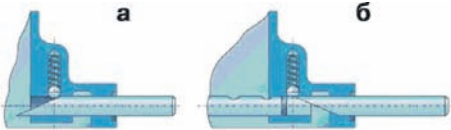

Рис. 1. Пристосування для складання штоків і фіксаторів: а – складання фіксатора; б – установка штока
7. Вставте в кришку з боку, протилежного фіксатору, шток вилки заднього ходу, встановіть на шток вилку і, утопивши кульку за допомогою пристосування (рис. 1), установіть шток на фіксатор нейтрального положення; таким же чином установіть послідовно всі штоки і вилки, починаючи з штока заднього ходу. Між штоками закладіть замкові штифти.
5. Переверніть бічну кришку обробленим фланцем вгору і вставте в гнізда фіксаторів пружини і кульки штока III і IV передач і штока заднього ходу за допомогою пристосування (див. (рис. 1)).
6. Встановіть вилку заднього ходу на шток з боку, протилежно фіксатору, і, утопивши кульку фіксатора (рис. 5) у корпус кришки за допомогою пристосування (див. (рис. 1)), встановіть шток в нейтральне положення. Так послідовно зберіть всі штоки (рис. 6) і вилки. Між штоками встановіть замкові сухарі.